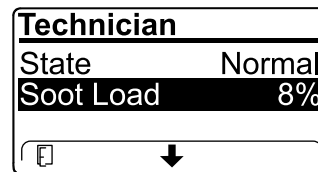

Figura 45
- Verificate il carico di fuliggine misurato come percentuale di fuliggine nel FAP (Figura 45); fate riferimento alla tabella del carico di fuliggine.